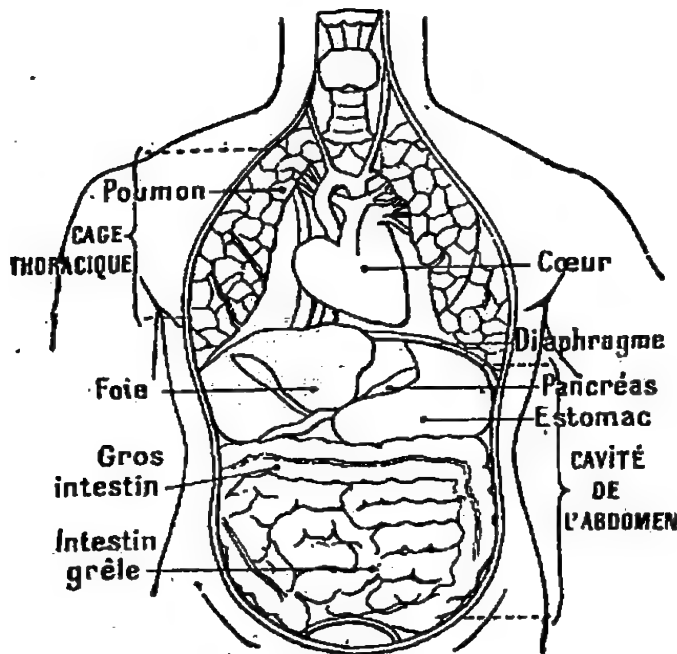

Fig. 137. — Organes de la nutrition.
**2. Disposition des organes de nutrition.** — Dans la cage thoracique (fig. 137) se trouvent les deux **poumons**, organes essentiels de la **respiration**, entre lesquels est placé le **cœur**, organe central de la **circulation**. Au-dessous de la cage thoracique, close par le **muscle diaphragme**, se trouve la **cavité de l'abdomen**, qui renferme l'**estomac** et les **intestins**. Les organes de la **sécrétion** sont dispersés dans tout le corps.